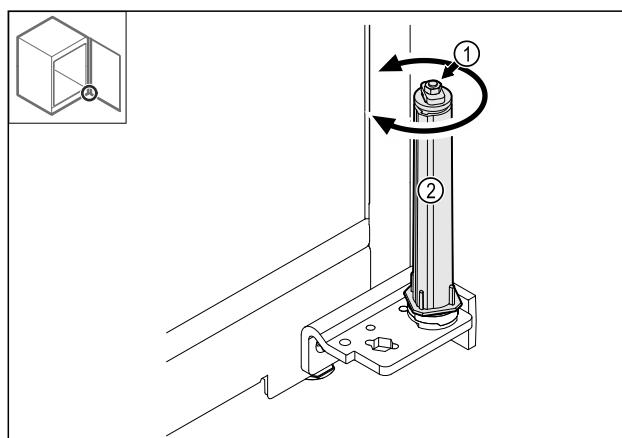

Fig. 44
- Не розбирайте гвинтове з'єднання Fig. 44 (1) запірного механізму.
- Поверніть запірний механізм Fig. 44 (2) до відчутного клацання.